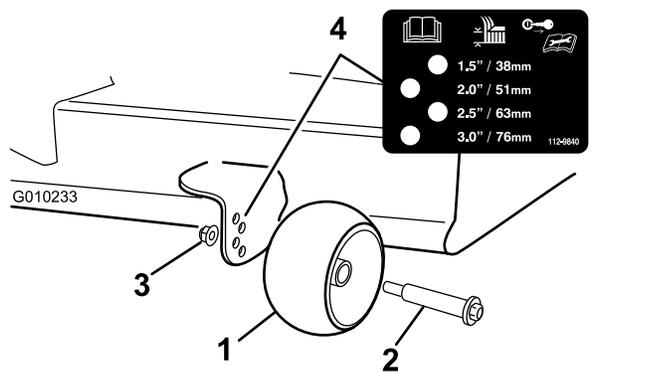

Figura 18
3. Regolate i fori antistrappo (Figura 18) per adattarli alla posizione di altezza di taglio più vicina.